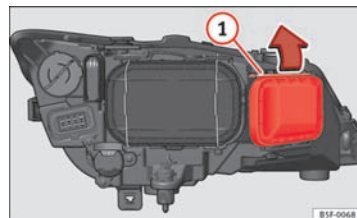

Fig. 138 Fjernlyspære
- Forskyd holderen ⇒ Fig. 138 ① i pilens retning, og tag dækslet af.